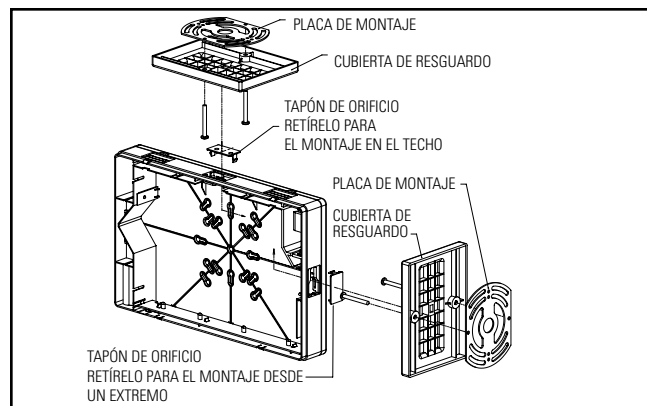

Figura 1
3. Si el montaje se realiza en el techo o en un extremo, retire el tapón del orificio correspondiente y colóquelo a presión en la cubierta de resguardo deslizándola en la abertura en forma de cerradura. Coloque el frente de la cubierta de resguardo a través del orificio de montaje hasta que el costado del marco toque la cubierta de resguardo. Asegure el marco en la cubierta de resguardo deslizando el marco en dirección paralela a la longitud de la cubierta de resguardo hacia el extremo estrecho del orificio de montaje. Deslice el marco hasta que ambas trabas a presión encajen en el frente de la cubierta de resguardo, para impedir que se mueva fuera del orificio. Ver Figura 1.